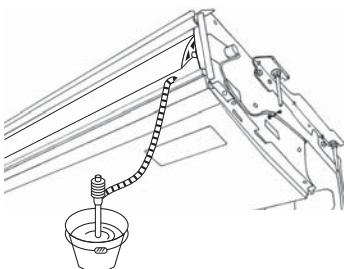

Fig. 5-3
- Controleer dat de afvoer goed werkt. (Fig. 5-3)